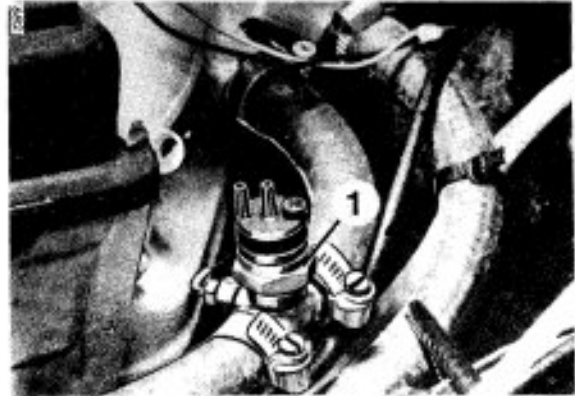

Bild 11a
7.1 Thermopneumatikventil (Bild 11a)